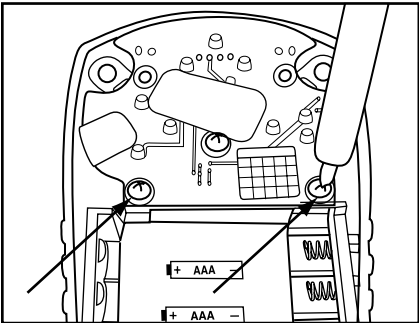

Fig. 36
- 3. Quite los dos tornillos que sujetan el sensor; guarde estos tornillos (Fig. 36).